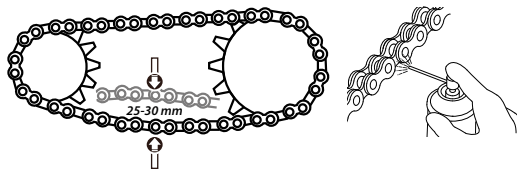

Imagen 22. Holgura de la cadena.
2. Mover la cadena con la mano hacia arriba y hacia abajo para revisar que su holgura esté entre 25 y 30 mm (ver imagen 22).